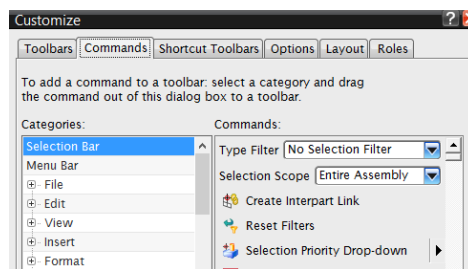

Rys. 2.7. Menu rozwijane oraz przejście do okna *Customize*
- przejść na sam dół menu rozwijanego, a następnie do *Customize* (rys. 2.7). Po kliknięciu *Customize* wyświetli się okno dialogowe (rys. 2.8),